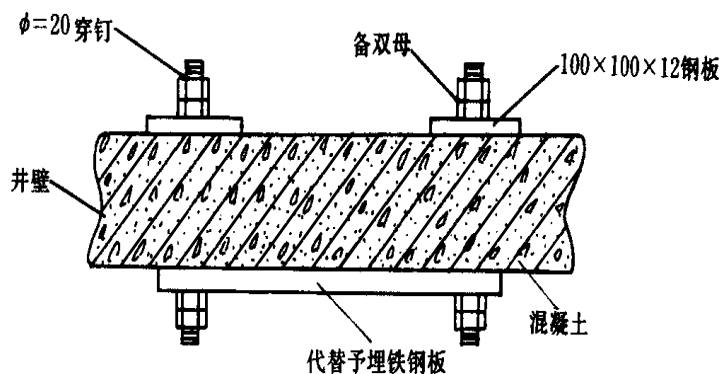

图 2-7 导轨支架焊接在铁板上
(1) 若电梯井壁较薄，不宜使用膨胀螺栓固定导轨支架且又没有预埋铁，可采用井壁打透眼，用穿钉固定铁板（ $\delta \geq 16\text{mm}$ ）。穿钉处，井壁外侧靠墙壁要加  $100 \times 100 \times 12$  (mm) 的垫铁，以增加强度。见图 2-7，将导轨支架焊接在铁板上。